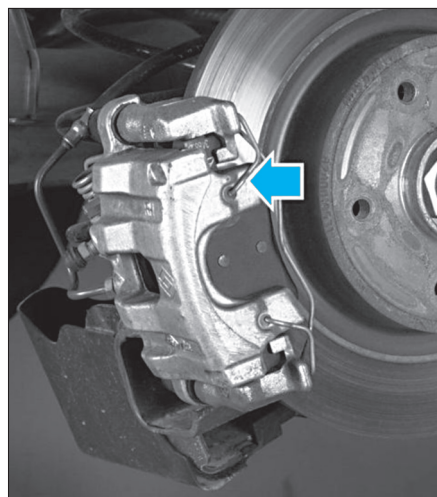

FIG. 13
- Décrocher le ressort de maintien des plaquettes (fig. 13).